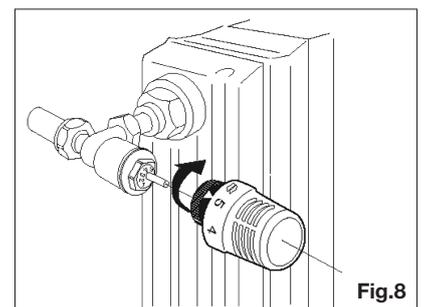

Fig.8
- 3) apoyar el actuador termostático sobre el cuerpo de la válvula completamente abierto (**Pos.5**) y con el indicador de referencia bien visible (**Fig.8**);